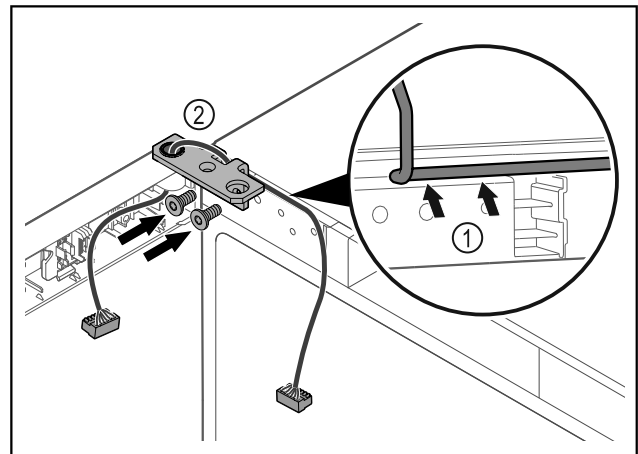

Fig. 46
- ▶ Faire passer le câble avec précaution par le trou de l'équerre de charnière Fig. 46 (1).
- ▶ Visser l'équerre de charnière Fig. 46 (2).